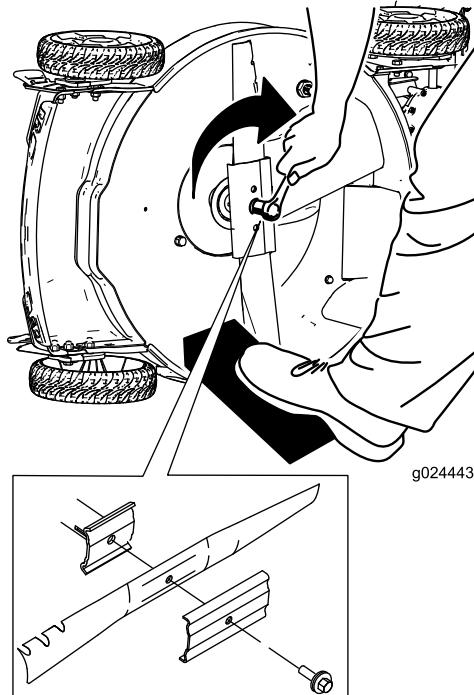

Figura 32
5. Instale lâmina nova e todo o equipamento de montagem (Figura 32).